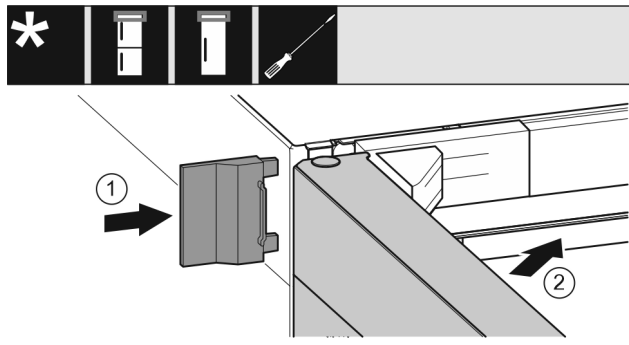

Fig. 23
- ▶ Nasuňte vnější kryt. Fig. 23 (1)
- ▶ Zavřete horní dveře. Fig. 23 (2)